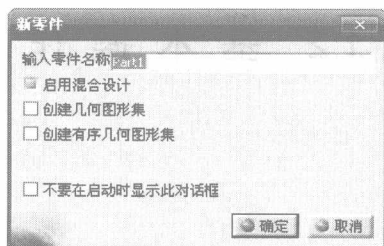

图 1-6 “新零件”对话框
(2) 弹出“新零件”对话框,如图 1-6 所示。可以接受系统指定的名称 Part1,也可以另